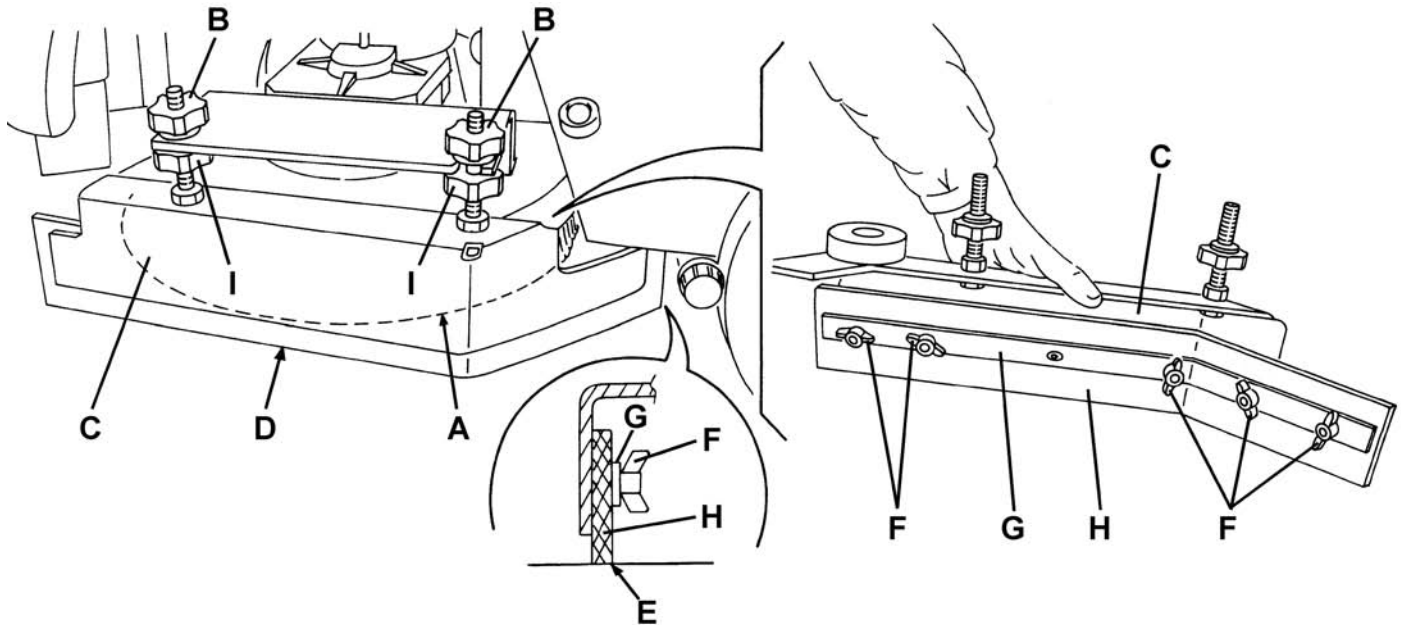

Abbildung 5
2. Den Zündschlüssel (41) auf „0“ stellen.
3. Auf beiden Seiten der Maschine, die Knöpfe (B, Abb. 5) ausschrauben und die Seitenflapeinheit (C) ausbauen.
5. Prüfen, dass den unteren Rand (D) der Seitenflaps:
- Die Innenkante (E) unversehrt ist;